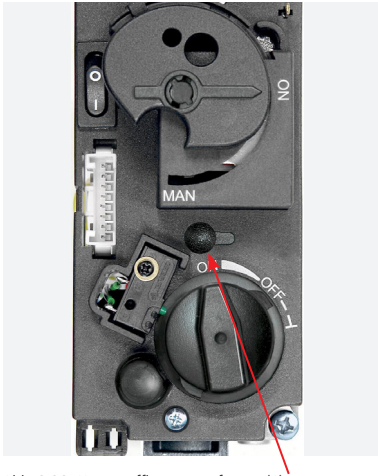

Abb. 2.32 Kunststoffkappe entfernen (1)
- a) mit einem geeigneten Schraubendreher die Madenschraube leicht lösen / Messpunkt (2),
- b) nun den Messschlauch über den vorgesehenen Anschluss (2) am Gasregler und am Messgerät aufstecken bzw. anschließen (Messbereich mbar),
- e) Falls nötig, den Ausgangsdruck / Fließdruck anpassen (Abb. 2.32 und 2.33).